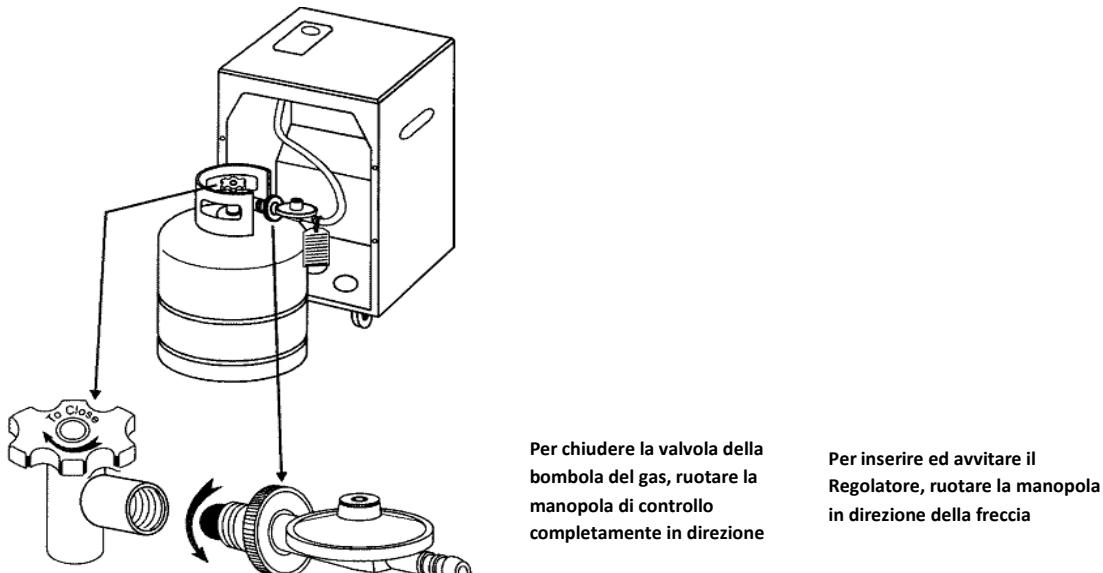

Fig.1
- Avvitare il regolatore nell'apertura della valvola della bombola del gas in senso antiorario. Ruotare con le mani. Non usare una chiave inglese. Avvitare fino a che il dado è completamente bloccato (Fig. 1).